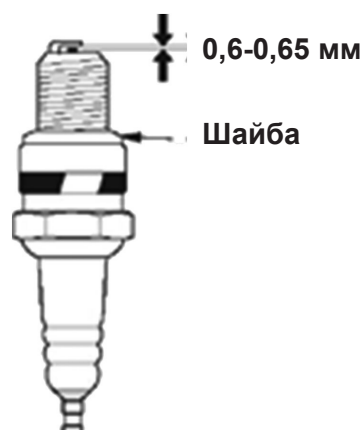

Рис.19
4. Измерьте зазор между электродами свечи специальным щупом. Зазор должен быть 0,6-0,65 мм. (Рис.19) При увеличении или уменьшении требуемого зазора рекомендуется заменить свечу, так как регулировка зазора может привести к изменению качества искрообразования.